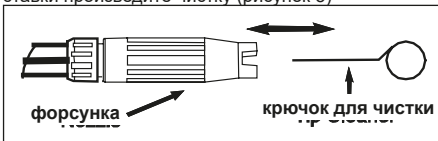

Рис. 5 - Чистка форсунки специальным крючком
6. С помощью специального крючка из комплекта поставки произведите чистку (рисунок 5)